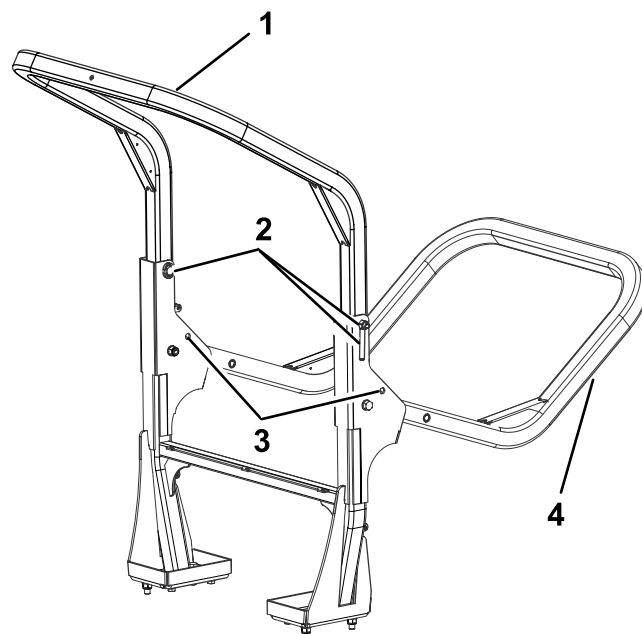

Figura 26
2. Sostenete il peso del telaio superiore del roll bar mentre rimuovete i perni a scatto e i perni con testa dalle staffe orientabili (Figura 26).